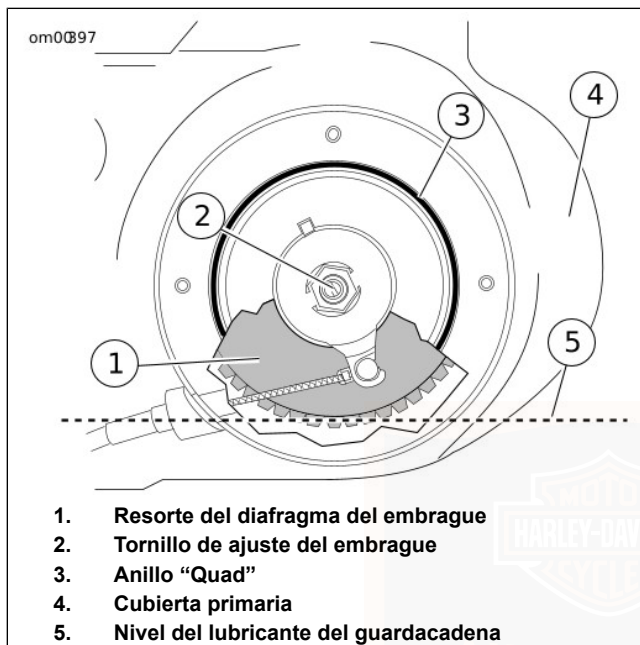

Figura 37. Nivel del lubricante del guardacadena: Modelos Sportster
7. Vea la Figura 37. Verifique que el nivel del lubricante esté a nivel con la parte inferior del resorte del diafragma del embrague.